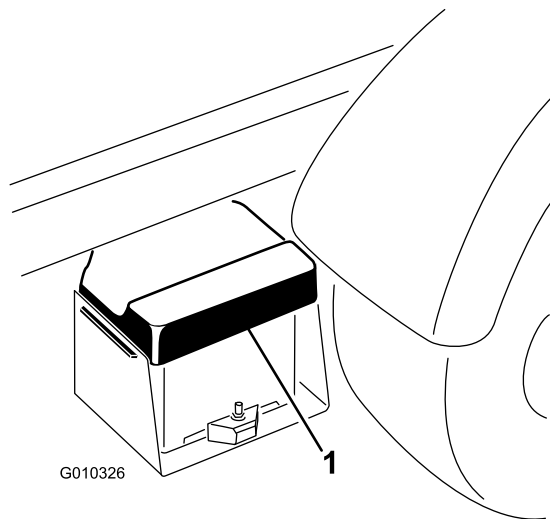

Figura 47
1. Apriete la tapa de la batería para liberar las pestañas de la base de la batería. Retire la tapa de la batería de la base (Figura 47).